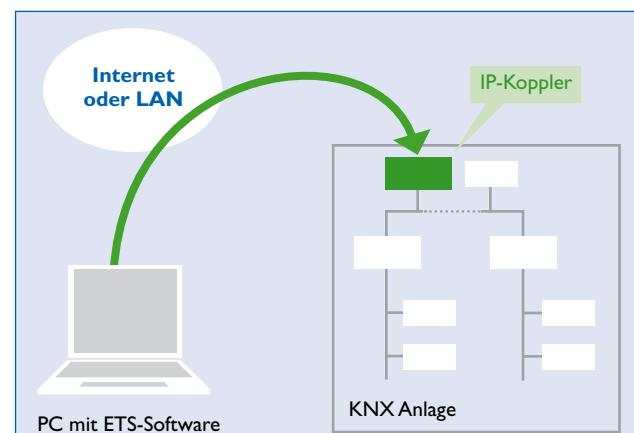

Bild 24. Tunneling
• **Tunneling:** Ziel ist der Zugriff auf den Bus über das Ethernet zur Inbetriebnahme, zum Test oder zur Fehlersuche. Es handelt sich um eine Punkt-zu-Punkt-Kommunikation, wobei die letztendliche Zieladresse eine physikalische Adresse im KNX System ist (Bild 24). Vereinfacht kann man sich das benutzte Ethernet – dies kann ein lokales Netz (LAN) wie ein Firmen- oder Hausnetz, aber auch ein öffentliches Netz (Internet) sein – als verlängertes Programmierkabel zwischen dem Inbetriebnahme-PC und der KNX Anlage vorstellen.